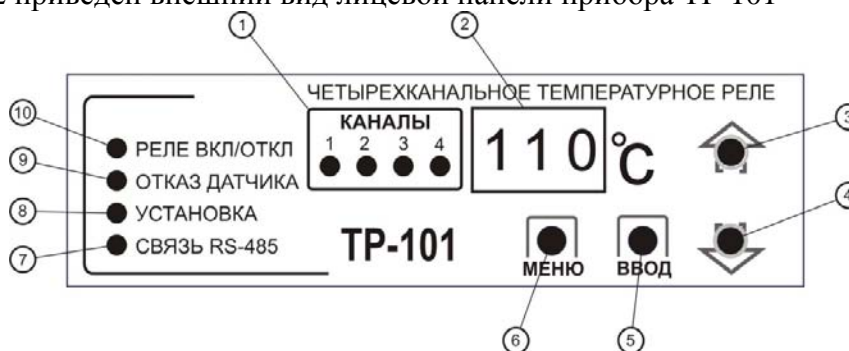

Рисунок 3.2 Лицевая панель TP-101
- для входа в режим изменения параметров - нажать и удерживать в течение 7сек. кнопку , при этом должен загореться индикатор “установка” (рисунок 3.2 поз.8).